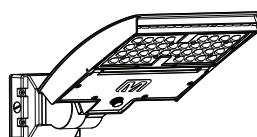

FIG. 5
6. Vérifiez l'installation pour confirmer si le luminaire est bien fixé (voir la FIG. 5).